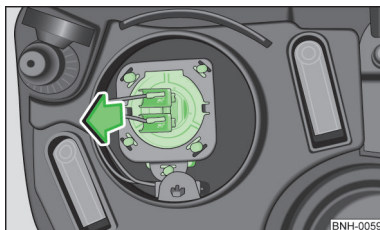

Fig. 169
- Scoateți conectorul împreună cu becul, prin mișcări pendulatorii, în sensul săgeții » fig. 169.